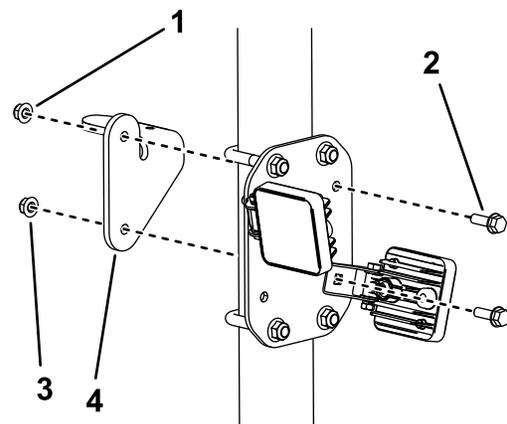

Figura 10
2. Montate la luce di segnalazione sulla staffa e montate il gruppo della luce di segnalazione come illustrato nella Figura 10.